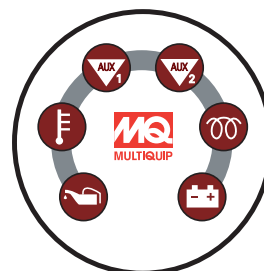

Figure 12. Anzeigeleuchten
4. Drehen Sie den Zündschlüssel im Uhrzeigersinn auf die Position **ON (AN)**. **Aux1**-, **Aux 2**-, Kühltemperatur-, Drehzahlregler- und Neigungsmodusleuchten schalten sich 10 Sekunden (Figure 12) lang ein. Die Ladeanzeige bleibt an, bis der Motor gestartet wird. Der Kühllüfter wird 10 Sekunden lang laufen.